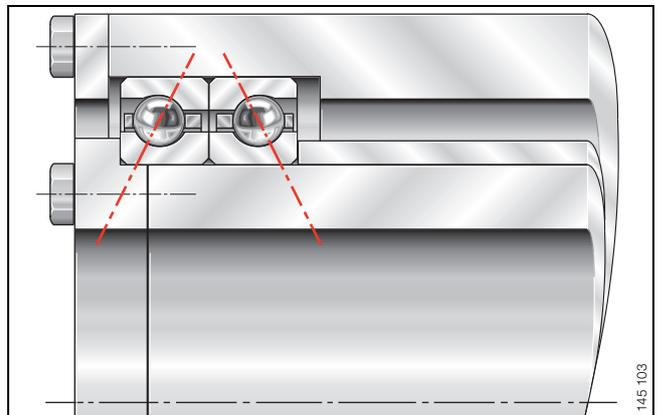

Bild 16 · Loslagerung zusammengepasster Schrägkugellager, O-Anordnung
- Loslagerung zusammengepasster Schrägkugellager in O-Anordnung (Bild 16).